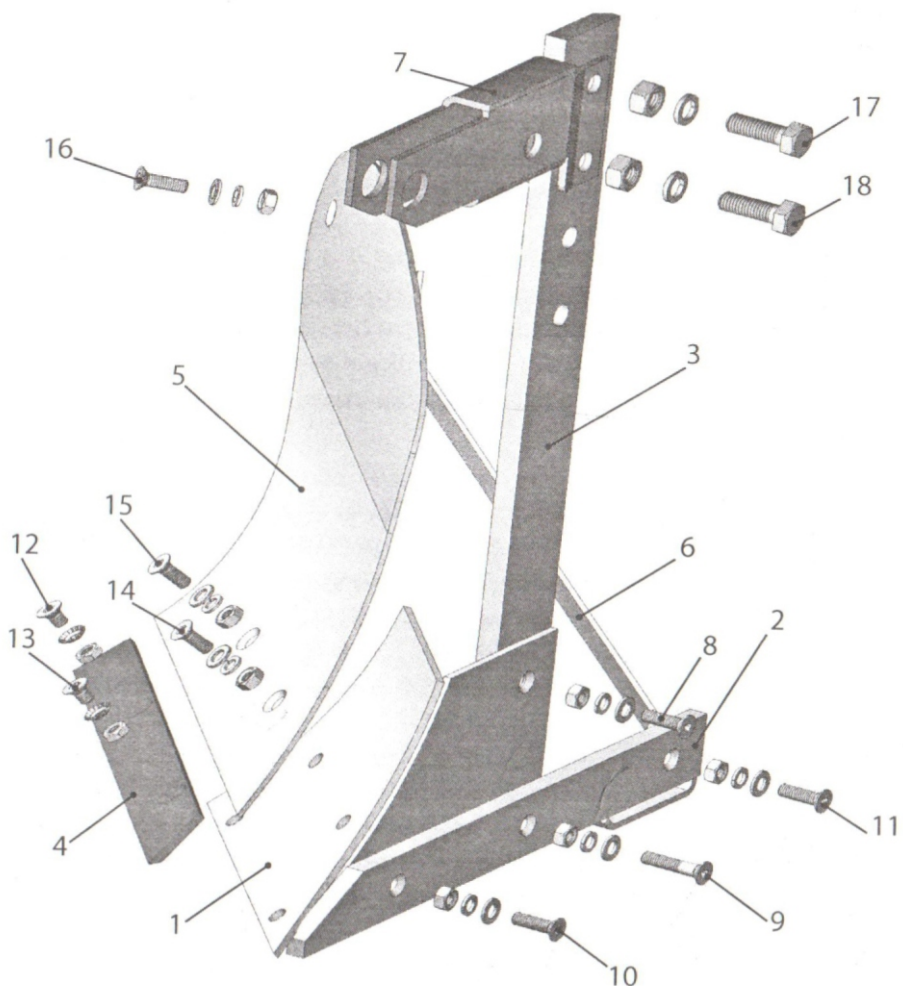

Рис. 2
4.1 Схема сборки плуга представлена на рис. 2.
Соедините стойку поз. 3 с корпусом поз. 1 и закрепите винтом поз. 8, далее установите полевую доску поз. 2 и закрепите ее двумя винтами поз. 9 и 10. Винтами поз. 12 и 13 соедините лемех поз. 4 с корпусом поз. 1, установите отвал поз. 5 и закрепите его на корпусе винтами поз. 14 и 15. Установите стойку поз. 6 как показано на рис. 2 и закрепите ее винтами поз. 11 и 16. Установите кронштейн поз. 7 на стойку поз.3 и закрепите его болтами поз. 17 и 18. После установки (сборки) всех элементов конструкции, повторно проверьте надежность крепления. При необходимости подтяните винты и болты.